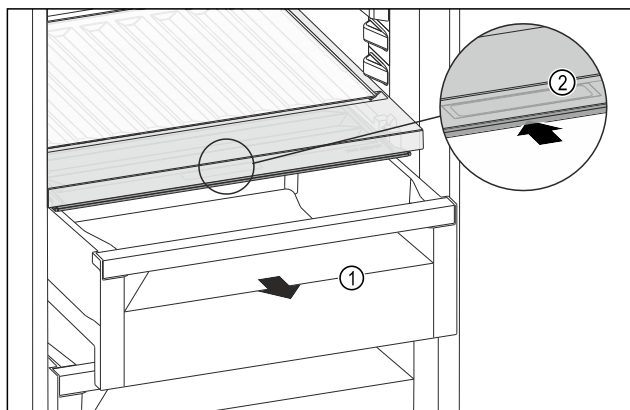

Fig. 177
- Trekk ut skuffen Fig. 177 (1).
- Ta tak i det innfelte grepet Fig. 177 (2) på lokket, og skyv lokket samtidig bakover.